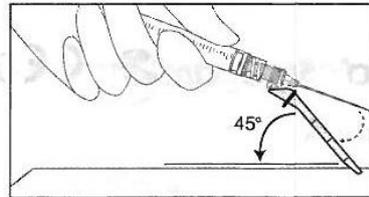

Fig. 3A
7. Activer la gaine: Positionner la gaine sur une surface plane de façon à former avec celle-ci un angle de 45 degrés environ (Fig. 3A).